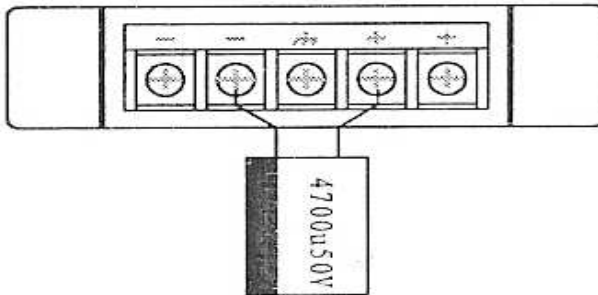

Abb. 6
- 3) Sollten die induktiven Lasten (z.B. DC-Elektrosommer) versorgt werden, ist der Kondensator $4700\mu\text{F}/50\text{V}$ an die zusätzlichen Buchsen des Netzteils, wie in der Abb. 6 dargestellt, anzuschließen.